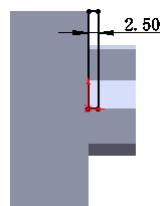
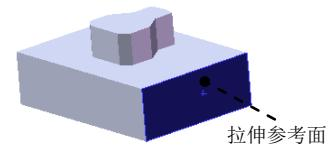

图 16.2.7 横断面草图
图 16.2.8 拉伸参考面
② 定义横断面草图。在草图环境中绘制图 16.2.7 所示的横断面草图。
③ 选择下拉菜单 **插入(I)** → **退出草图** 命令，退出草图环境，此时系统弹出“凸台一拉伸”对话框。
(3) 定义拉伸深度属性。
① 定义深度方向。采用系统默认的深度方向。
② 定义深度类型和深度值。在“凸台一拉伸”对话框 **方向1** 区域的下拉列表中选择 **成形到一面** 选项，选取图 16.2.8 所示的表面作为拉伸参考面。选中 合并结果(M) 复选框。
(4) 单击 按钮，完成凸台一拉伸 3 的创建。